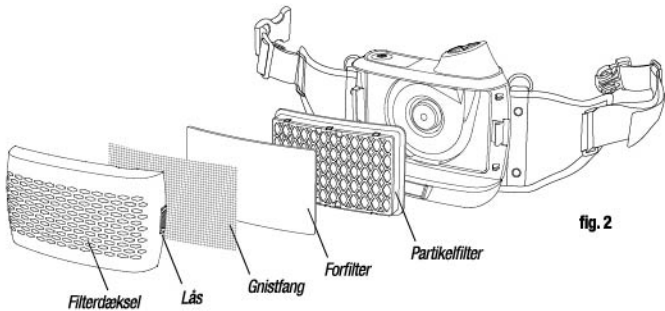

fig. 2
- Man skal montere partikelfilteret iht. fig. 2.